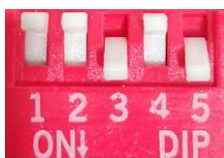

图 6.52 外部摇杆开环拨码开关设置
- 将拨码开关设置为 SW2=OFF（选择开环运行模式），SW3= ON，SW4= OFF，SW5= ON（选择外部摇杆控制方式），如图 6.52。